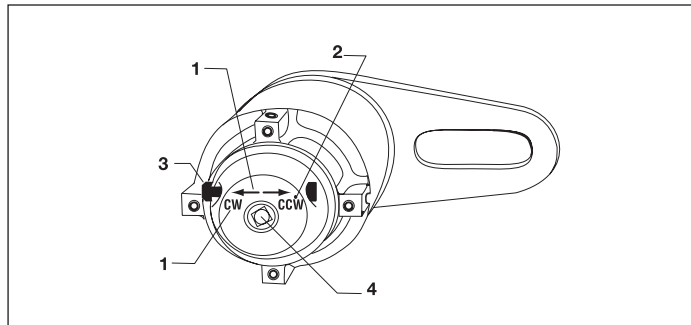

Rysunek 1, Wymiana płytki reakcyjnej
Kwadratowy trzpień napędowy z kołkiem ścinanym (rys. 1 element 4) zabezpiecza elementy wewnętrzne w przypadku przekroczenia maksymalnego znamionowego momentu wyjściowego. Ta funkcja przeciwp przeciążeniowa powoduje pęknięcie trzpienia, w przypadku gdy moment wyjściowy mieści się w przedziale od 103% do 110% wartości znamionowego momentu wyjściowego. Do wzmacniacza momentu obrotowego dołączony jest jeden wymienny trzpień (E391, E392, E393, E492, E493, E494, E495) (dodatkowe części zamienne można zamówić u dystrybutora firmy Enerpac).
- Zamocuj nasadkę kwadratową w odpowiednim rozmiarze na kwadratowym trzpieniu napędowym wzmacniacza momentu obrotowego (rys. 1, element 4). Umieść nasadkę i wzmacniacz momentu obrotowego na łączniku, który ma zostać dokręcony.
1. Wykręć śruby (rys. 1, element 2) mocujące płytkę reakcyjną (rys. 1, element 1) do wzmacniacza momentu obrotowego, a następnie zdejmij płytkę reakcyjną ze wzmacniacza momentu.
5. Ponownie zamocuj płytkę reakcyjną na wzmacniaczu momentu obrotowego za pomocą śrub wykręconych uprzednio (rys. 1, element 2).